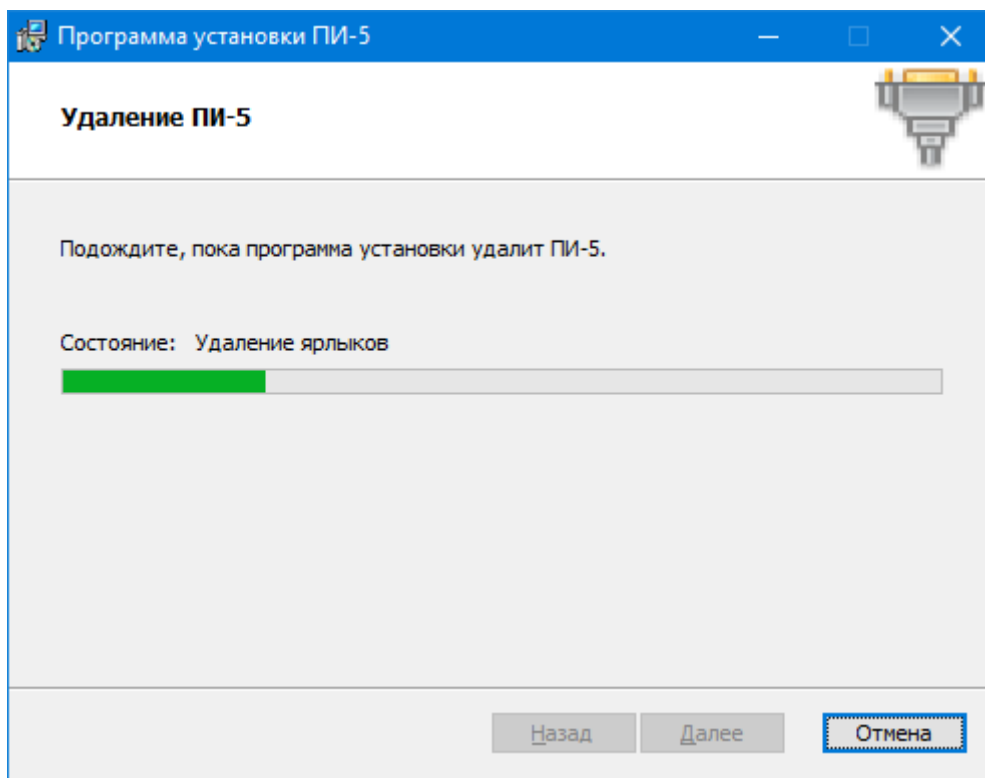

Рис. 2.12. Ход процесса удаления программы
4. Ожидание удаления (рис. 2.12). Заполнение полосы прогресса отражает ход процесса удаления программы.